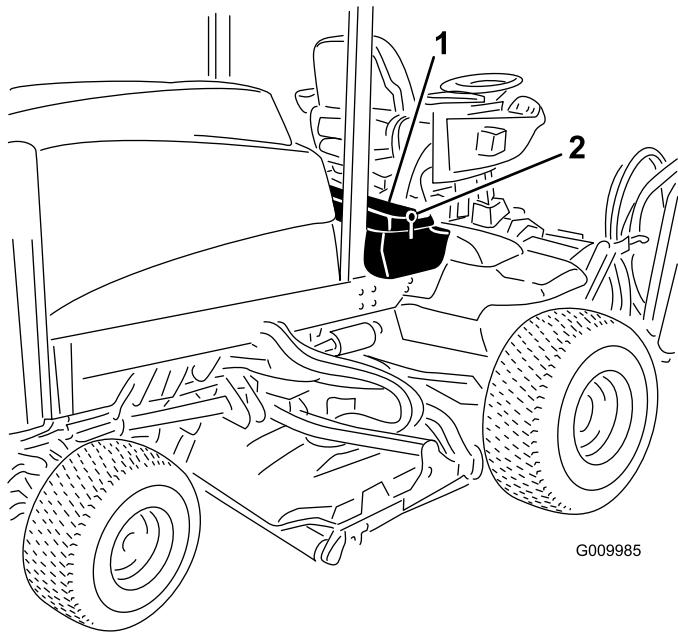

Figura 47
1. Sbloccate e sollevate il pannello comandi dell'operatore (Figura 47).